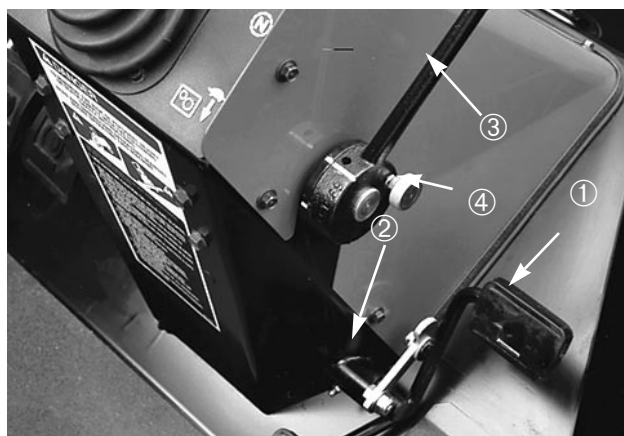

Figure 16
**Pédale de déplacement** (Fig. 16)—Commande le déplacement en marche avant et arrière. Appuyer sur le haut de la pédale pour la marche avant et sur la base pour la marche arrière. La vitesse au sol varie selon que la pédale est plus ou moins enfoncée. Pour une vitesse maximale au sol sans charge, enfoncer à fond la pédale en gardant la commande des gaz sur FAST (RAPIDE). Pour une puissance maximale avec charge ou sur pente, maintenir le moteur à régime élevé en mettant la commande des gaz sur FAST et en appuyant légèrement sur la pédale de déplacement. Quand le régime du moteur commence à diminuer à cause de la charge,
**Sélecteur de vitesse** (Fig. 16)—Pour régler à la vitesse désirée tourner la came de la tige de commande, sssaugmente quand le levier est tourné en avant et elle diminue quand il est tourné en arrière.
**Levier de changement d'essieu** (Fig. 16)—Situé sur le côté droit de la console pour sélectionner la traction avant. Tirer sur le bouton de blocage, déplacer le levier vers l'arrière pour la tonte et vers l'avant pour le transport, puis relâcher le bouton pour bloquer la sélection. Le levier doit se trouver en position combinaison basse (LO) pour la tonte. Le point mort (N) est réservé au remorquage.